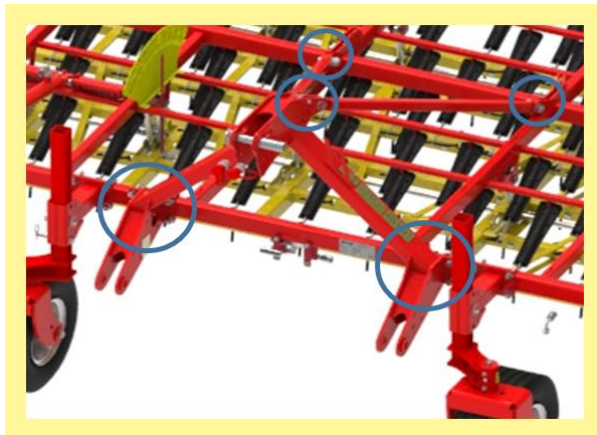

Abbildung 13: Demontage Anbaubock
- 6) Im nächsten Schritt wird der Anbaubock demontiert. Dazu werden die in Abbildung 13 markierten Schraubverbindungen beidseitig gelöst.